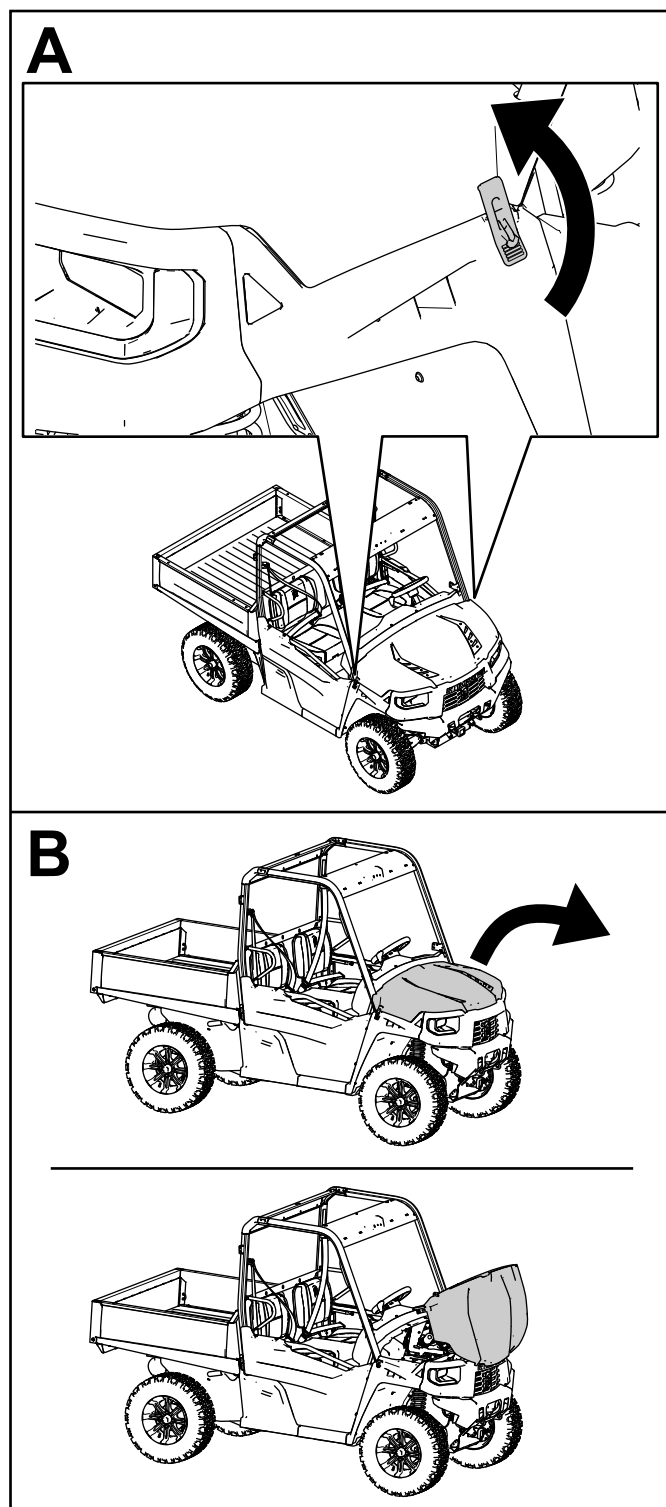

Figure 22
2. Fixez le capot en alignant les loquets en caoutchouc sur les ancrages de verrouillage de chaque côté du capot (Figure 22).